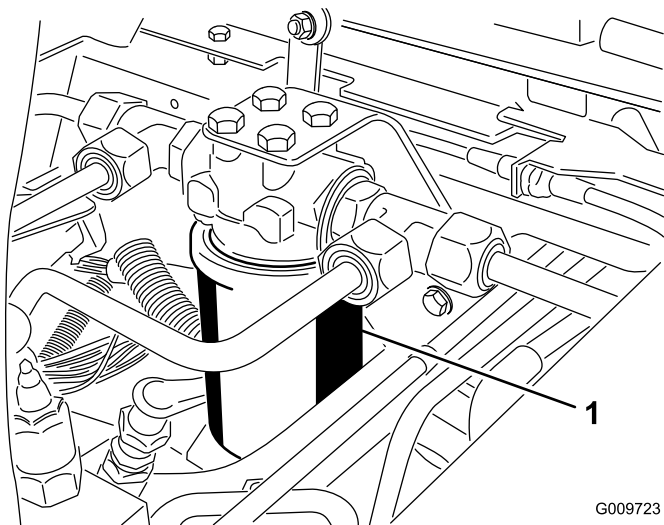
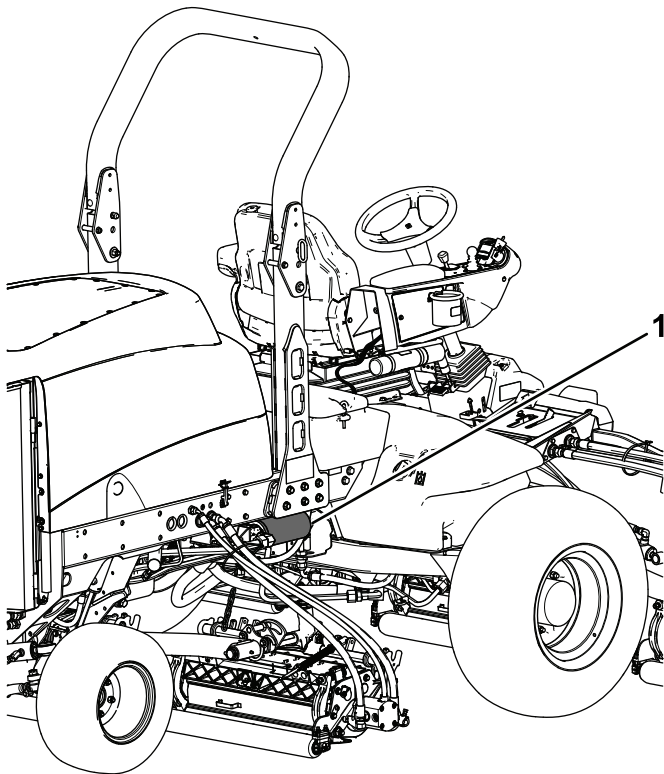

Figure 83
Figure 84
3. Placez un bac de vidange sous le filtre et déposez le filtre (Figure 83 & Figure 84).